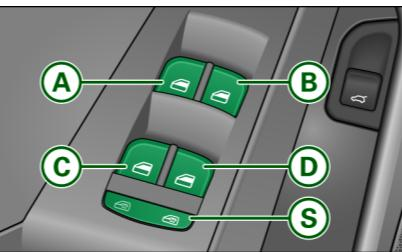

图 38 驾驶员车门局部
保险按钮 (S) ⇒ 第 38 页, 图 38 按下时, 按钮上的二极管会亮起。后车门的车窗升降器开关已被关闭。